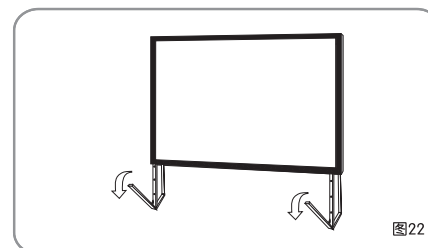

图22
9. 然后把外部的角位打下，使整支屏幕安全稳固的站立在平地上，幕布安装完成。(见图22-图23)